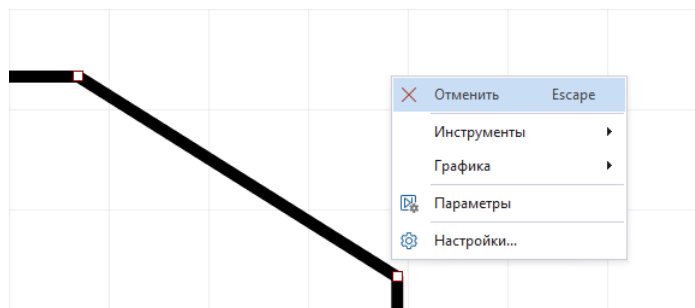

Рис. 343 Отмена размещения
4. Для отмены размещения фаски или сопряжения нажмите Escape или «Отменить» в контекстном меню, см. Рис. 343.